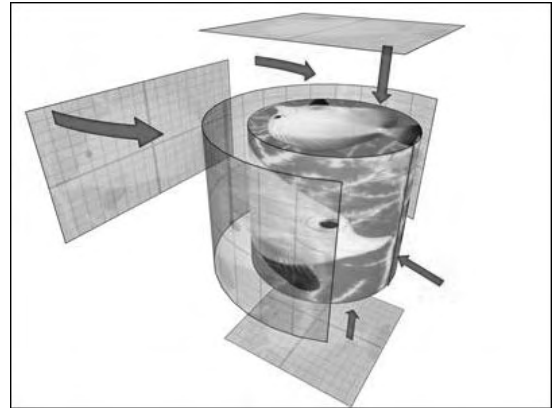

Fig.9.55
- **Mappage cylindrique** (Cylindrical Mapping) : mappe une image sur un objet cylindrique. Les côtés horizontaux sont courbés de manière à se rejoindre, ce qui n'est pas le cas des arêtes inférieure et supérieure. La hauteur de l'image est mise à l'échelle le long de l'axe du cylindre (fig.9.55).